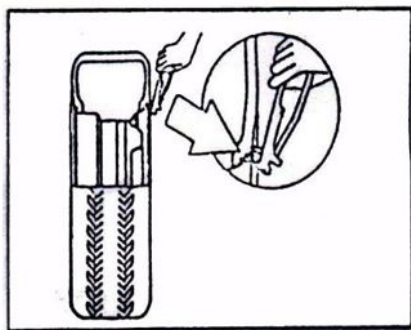

FIG22
- Luk luften helt ud af dækket og fjern ventilkernen. Brug det specielle værktøj til at fjerne afbalanceringsvægten på fælgen (FIG22).